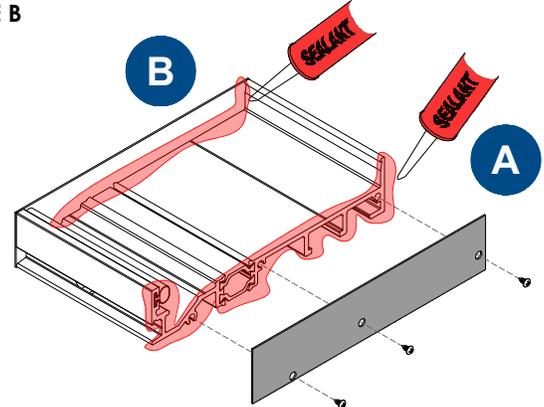

FIG. 2
- Appliquez un mastic sur l'extrémité du récepteur de seuil et installez les capuchons de fin avec des vis S196-0R. **See FIG. 2 ÉTAPE A**
- Boucher hermétiquement le capuchon et l'outil. **Voir FIG. 2, ÉTAPE B**